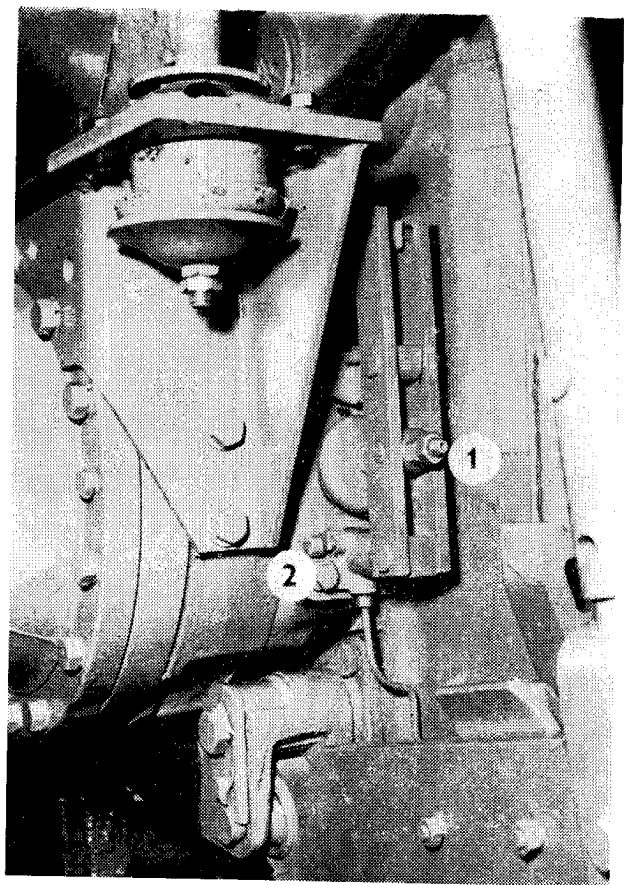

Fig. 38
- a) **Frein à main.** Effectuer la mise au point du frein à main après avoir desserré les écrous de blocage situés sur la bielle de frein (fig. 38/1). Serrer les écrous au côté gauche et droit par le couple de 9,8 Nm. Déplacer le levier du frein à main dans sa position inférieure et rattraper le jeu des biellettes dans les trous ovales en tournant les biellettes par l'intermédiaire de la clef. Toutes les deux manettes du compensateur de frein à main doivent être ajustées dans le même niveau. Dans cette position, le jeu dans le système des leviers et biellettes n'est pas admissible. Assurer cette position avec les écrous de blocage. Desserer les écrous à surface sphérique (fig. 38/1) de 2 tours et demi et bloquer les dans cette position avec les contre-écrous de blocage. Les mêmes opérations doivent être effectuées au côté opposé.
Remplir le réservoir compensateur avec le liquide de frein et enlever le capuchon de caoutchouc hors de la vis de purge du rouleau de frein (fig. 38/2). Emmancher un tuyau de caoutchouc sur la vis de purge et plonger son bout opposé dans un vase transparent partiellement rempli avec le liquide de frein. Ensuite desserrer la vis de purge, appuyer totalement sur la pédale de frein jusqu'au fond de sa course et serrer la vis. La pédale ne peut pas être lâchée qu'après le serrage parfait de la vis. Ce procédé doit être répété tant de fois jusqu'à ce que le liquide de frein sort du tuyau sans bulles d'air. Veiller à ce que le vase soit tenu la plus haut et le bout du tuyau soit continuellement plongé dans le liquide. Effectuer la purge d'air de la même manière sur la deuxième roue.